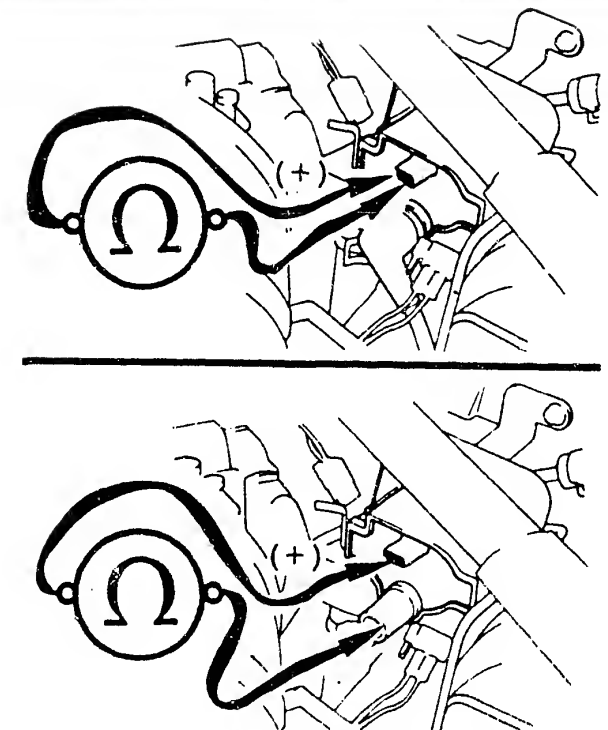

Bild 60 Zündanlage im Motor 3S-GE: Prüfen des Primär- und Sekundärwiderstandes an der Zündspule.
- Widerstand der Zündspule ausmessen (Tabelle, Bild 60).